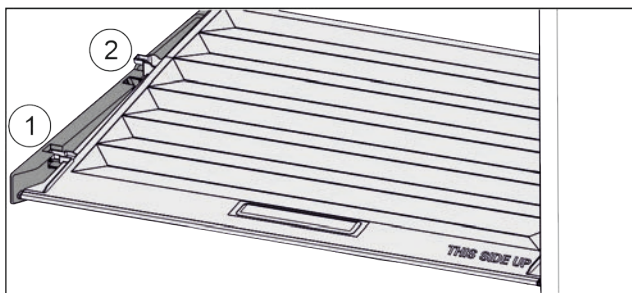

Fig. 31
- ▶ Потянуть крышку до отверстия в поддерживающих деталях вперед Fig. 31 (1).
- ▶ Поднять сзади снизу и извлечь Fig. 31 (2) движением вверх.